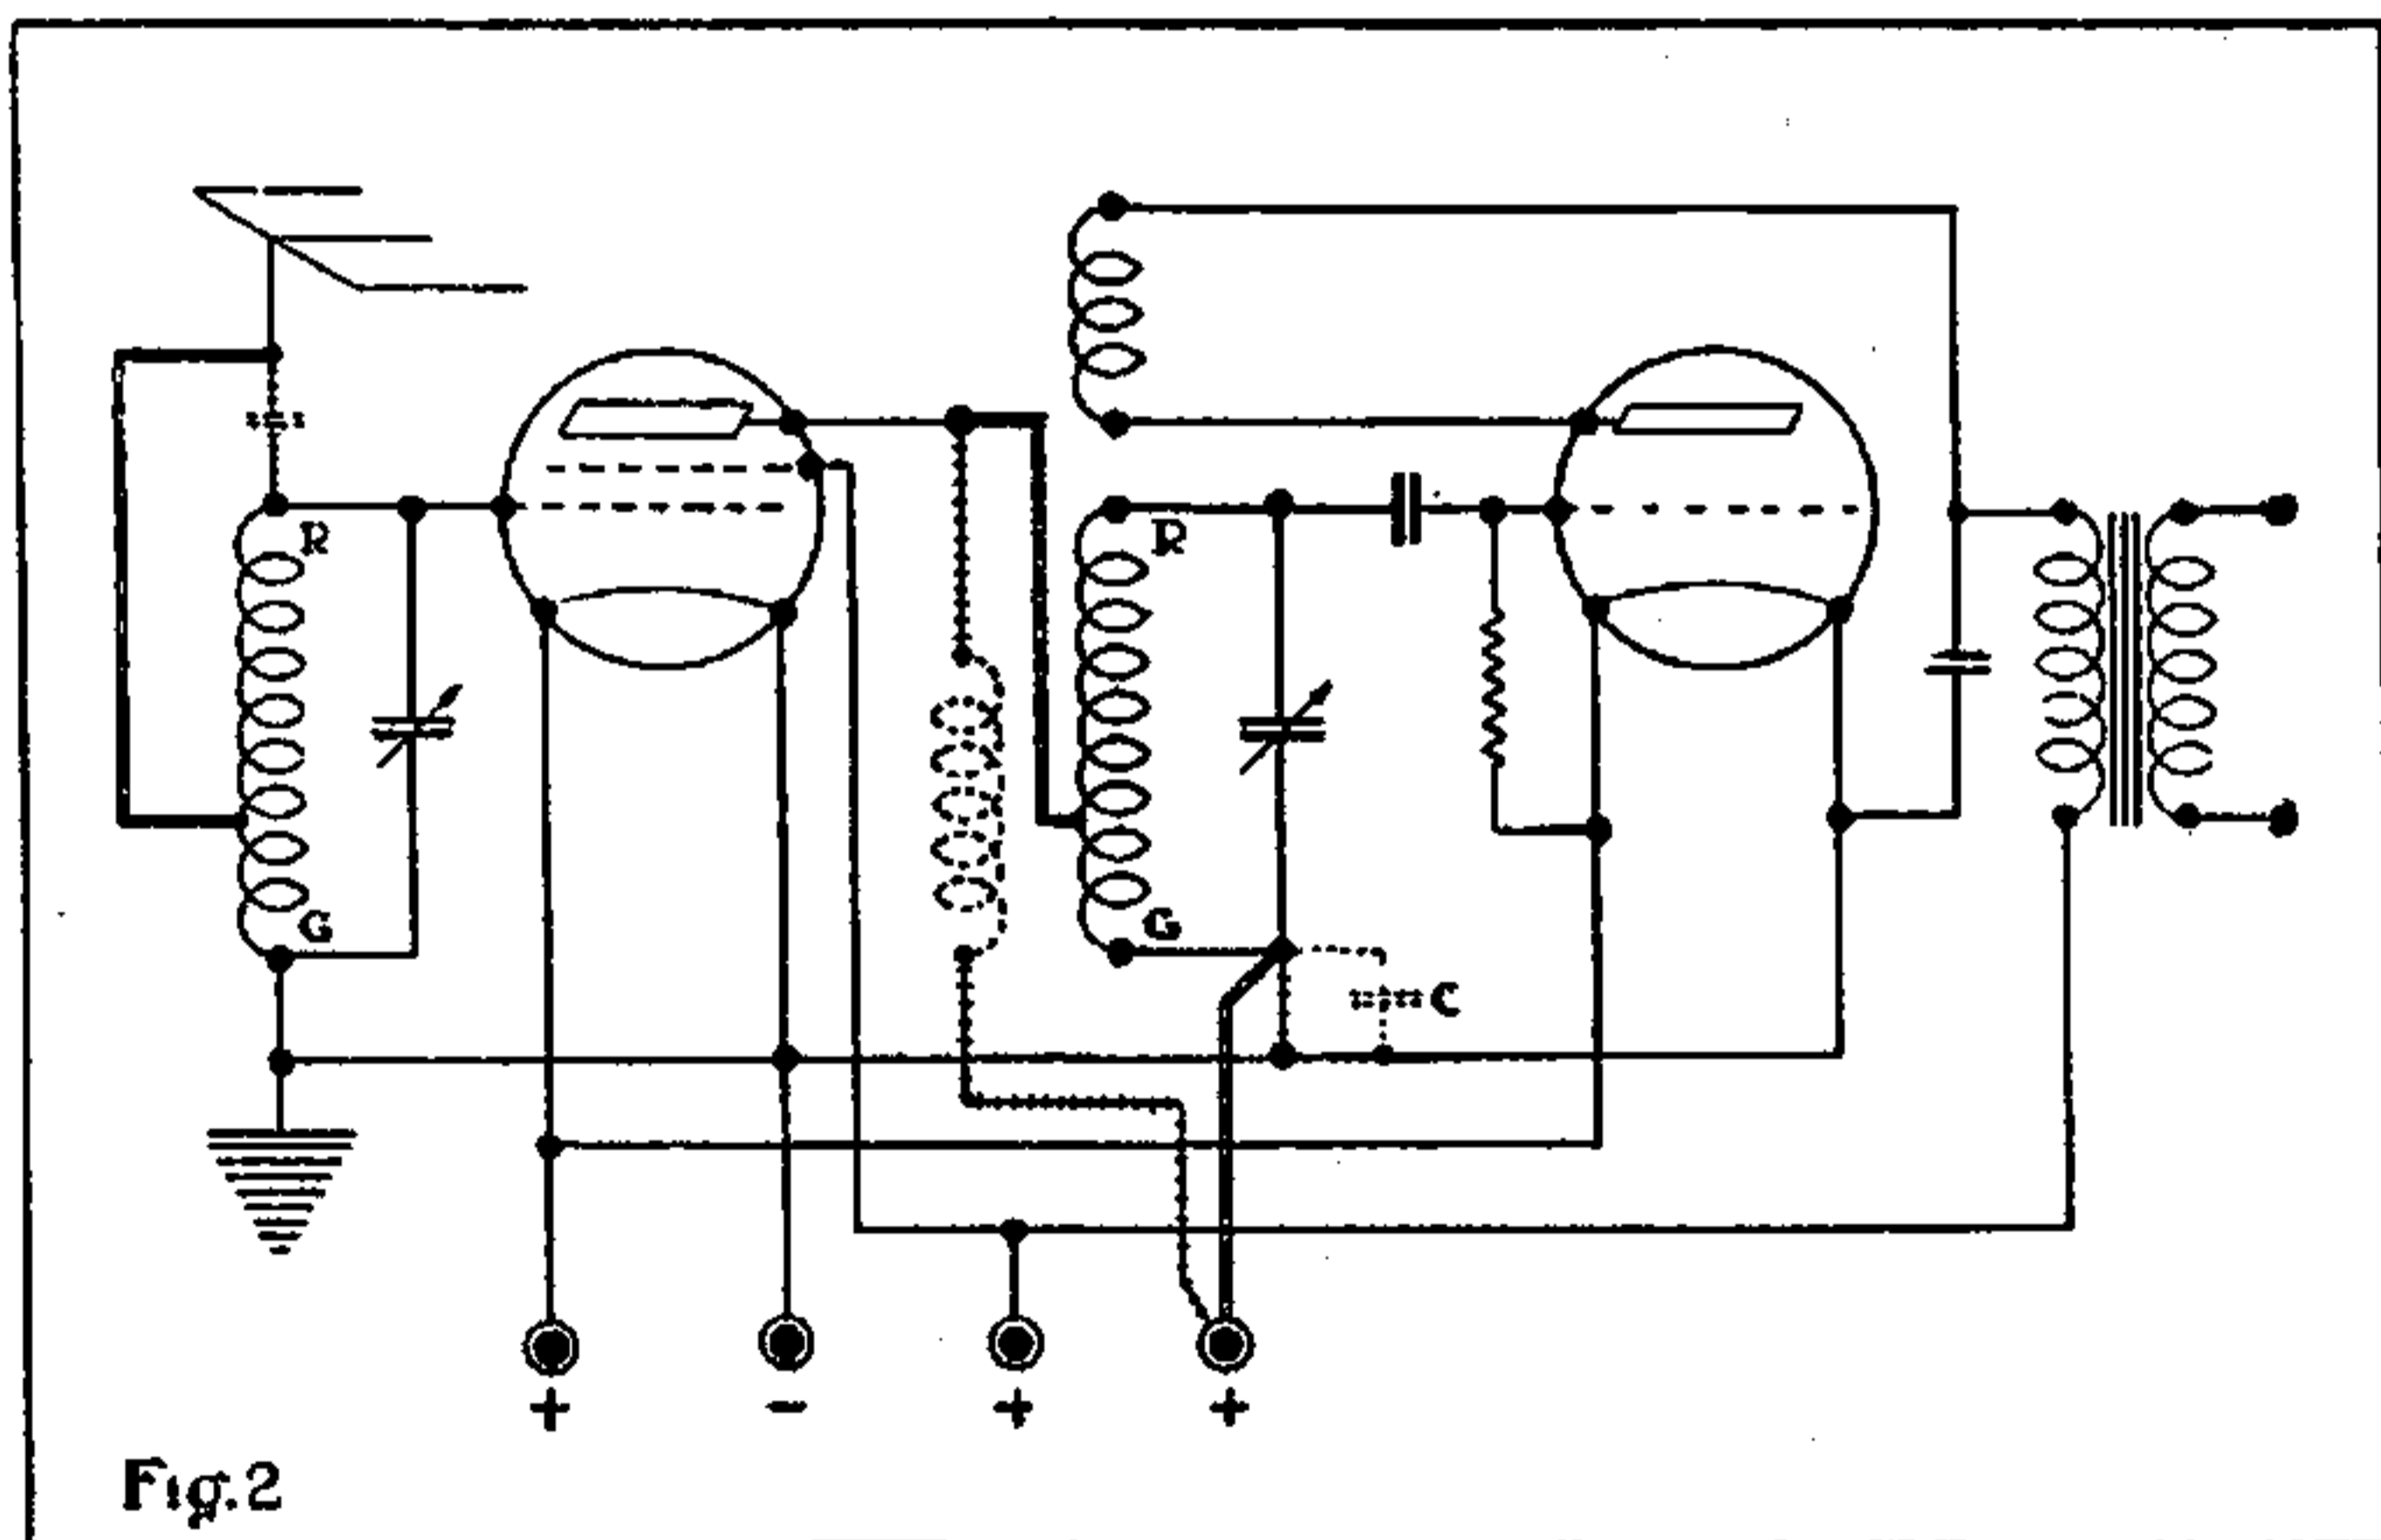

Fig. 2
Om in een dergelijk schema de Astra afgetakte basketspoelen te gebruiken, heeft men niets anders te doen dan de aparte plaatspoel te doen vervallen, de plaat van de hf-lamp aan de aftakking van de secundaire spoel te bevestigen en de andere zijde van de spoel (G), die direct aan aarde verbonden is, daarvan los te maken en aan + anodespanning te leggen (zie fig. 2). Eventueel kan men ook hier dan nog van het extra shuntcondensator C gebruik maken.